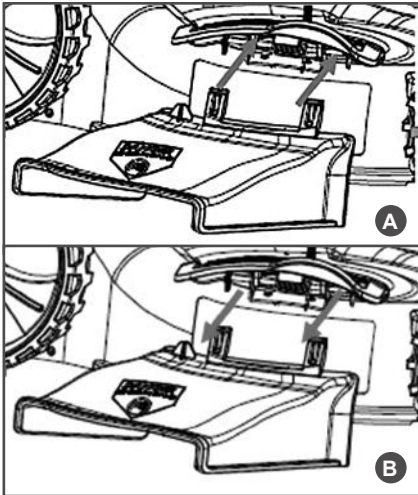

Рис. 4 Установка и снятие желоба бокового выброса
Для режима бокового выброса травы на LM4622, LM5345 установите желоб бокового выброса (Рис. 4 А) и снимите травосборник.
1. Снять желоб бокового выброса (Рис. 4Б) или травосборник в зависимости от исходного состояния газонокосилки.
1. Снять желоб бокового выброса (Рис. 4Б) заглушку для мульчирования или травосборник в зависимости от исходного состояния газонокосилки.